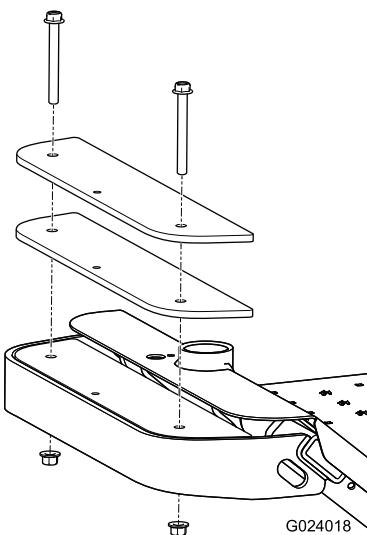

Bild 6
1. Entfernen Sie zwei Schrauben und zwei Muttern, mit denen der vorhandene Ballast vorne an der Maschine befestigt ist (**Bild 6**).